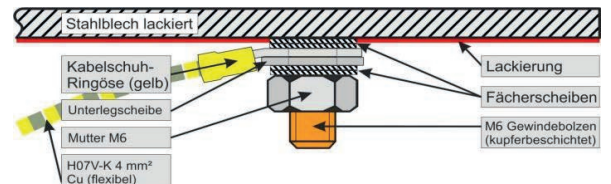

Abbildung 1
Das Erdungskabel (A) ist wie in Abbildung 1 gezeigt anzuschließen. Zuerst die Fächerscheibe (D), danach die Ringöse des Erdungskabels (A), dann die Unterlegscheibe (C) und eine weitere Fächerscheibe (D) auf den Gewindebolzen der Schranktür legen. Danach schrauben Sie die Mutter (B) auf den Gewindebolzen und drehen diese mit einem Werkzeug fest.